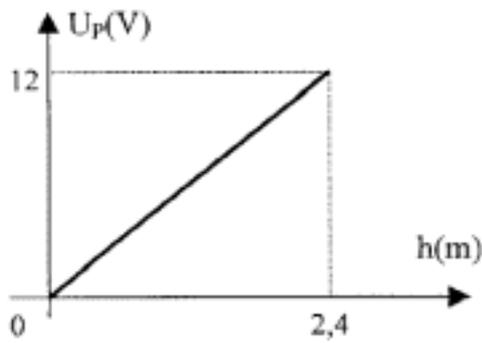

Figure 1
- ◆ un capteur de position de la fourche élaborant une tension  $U_P$  fonction de la hauteur  $h$  de la fourche et définie par la caractéristique représentée sur la figure 1.
2. On suppose  $U_C = 6 \text{ V}$ . Préciser dans la partie A du tableau réponse les encadrements de la tension  $U_P$  correspondant aux différentes valeurs de  $V_S$ . (On rappelle que la plage de variation de  $U_P$  est donnée figure 1).